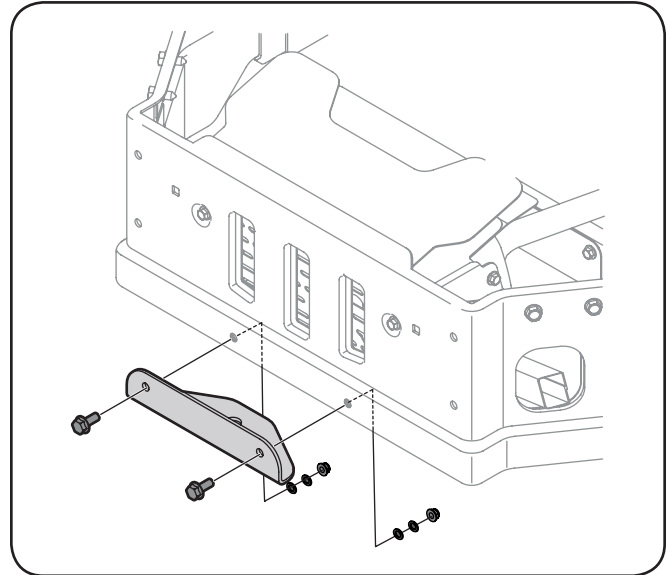

Figura 3-10
1. Extraiga los tornillos hexagonales con brida, las arandelas y las tuercas de seguridad con brida que sujetan la ménsula de enganche al paragolpes. Vea la Figura 3-10.